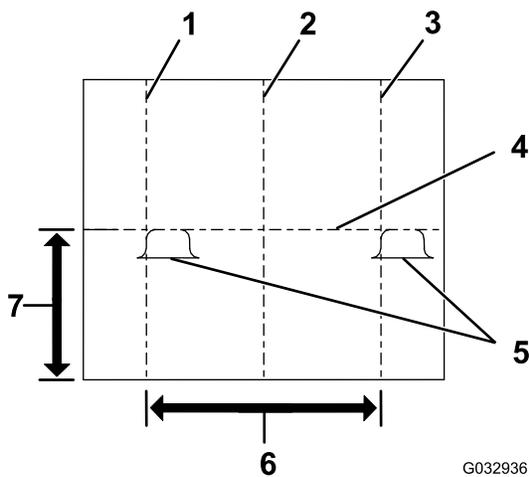

Bild 28
4. Markieren Sie die vertikale Fahrzeug-Mittellinie auf dem Hintergrund (Bild 28).
7. Stellen Sie die Scheinwerfer des Schneeschilds ein, bis der hellste Teil der Abblendlichter am Schneeschild ausgerichtet ist, wie in Bild 28 abgebildet.
5. Markieren Sie die vertikale Mittellinie des Scheinwerfers auf dem Hintergrund (Bild 28).
6. Markieren Sie die horizontale Mittellinie des Scheinwerfers auf dem Hintergrund (Bild 28).